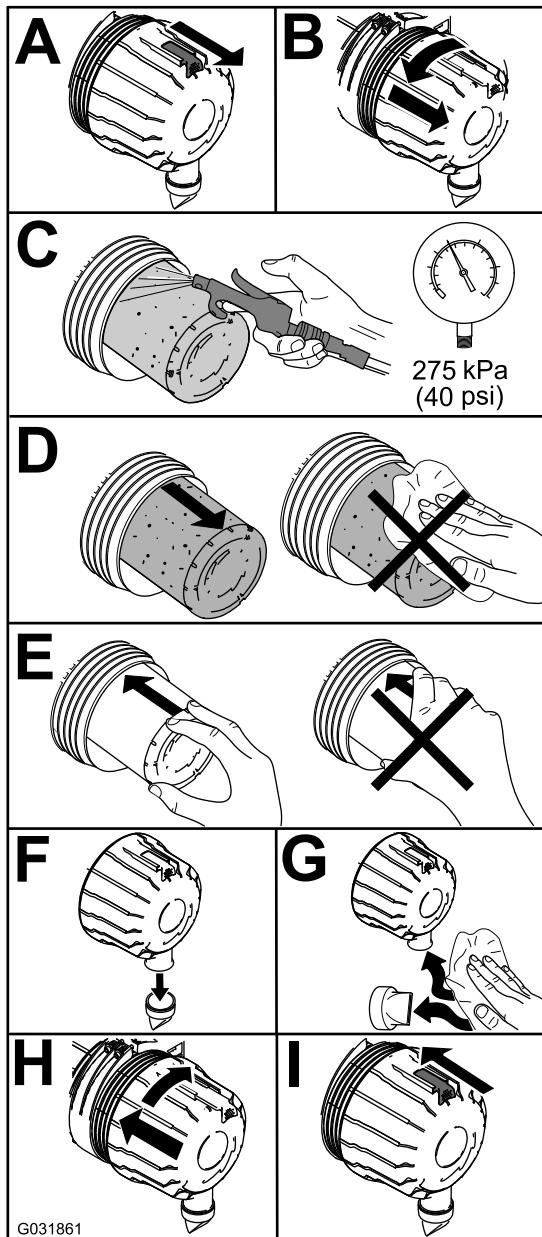

Figura 65
1. Cambie el limpiador de aire (Figura 65).